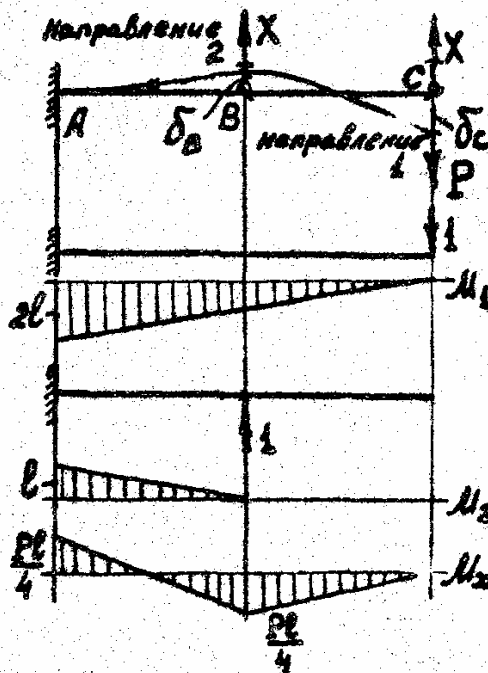

Рис. 19
**Задача 9.** В точках  $B$  и  $C$  на балку передаются силы  $X$  натяжения нити (рис. 19).
Эпюра изгибающих моментов  $M_x$  для заданной балки показана на рис. 19.